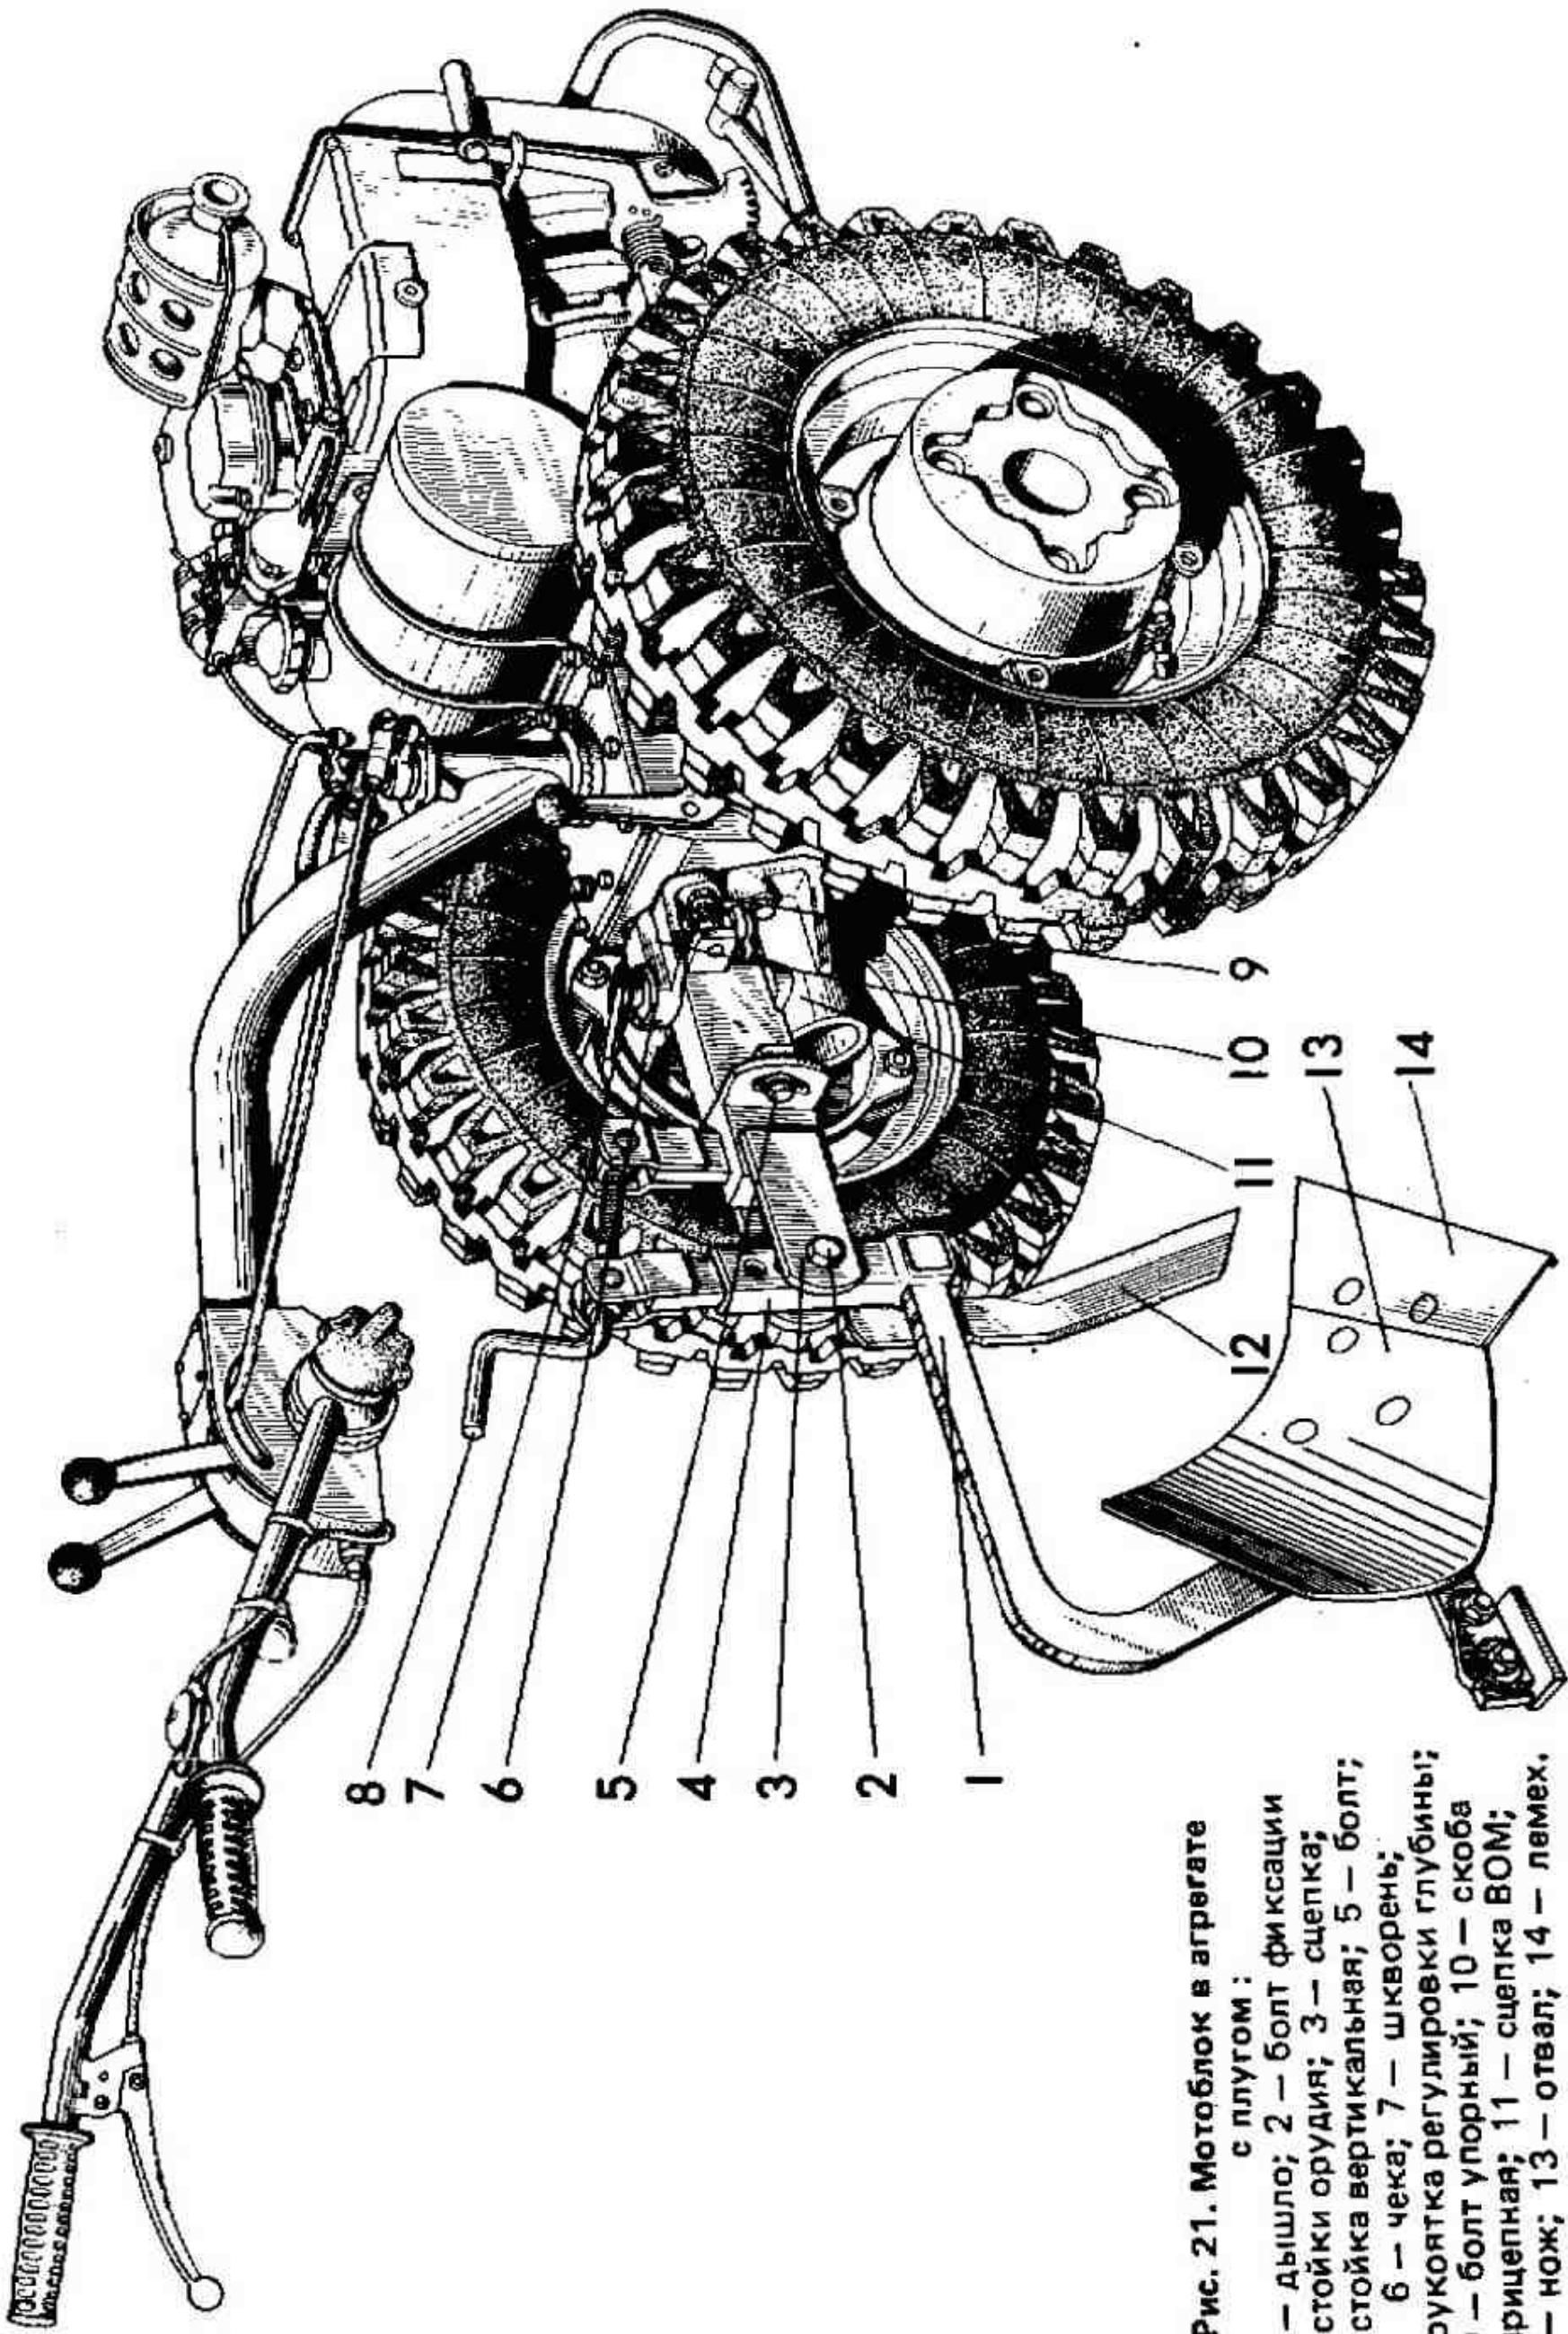
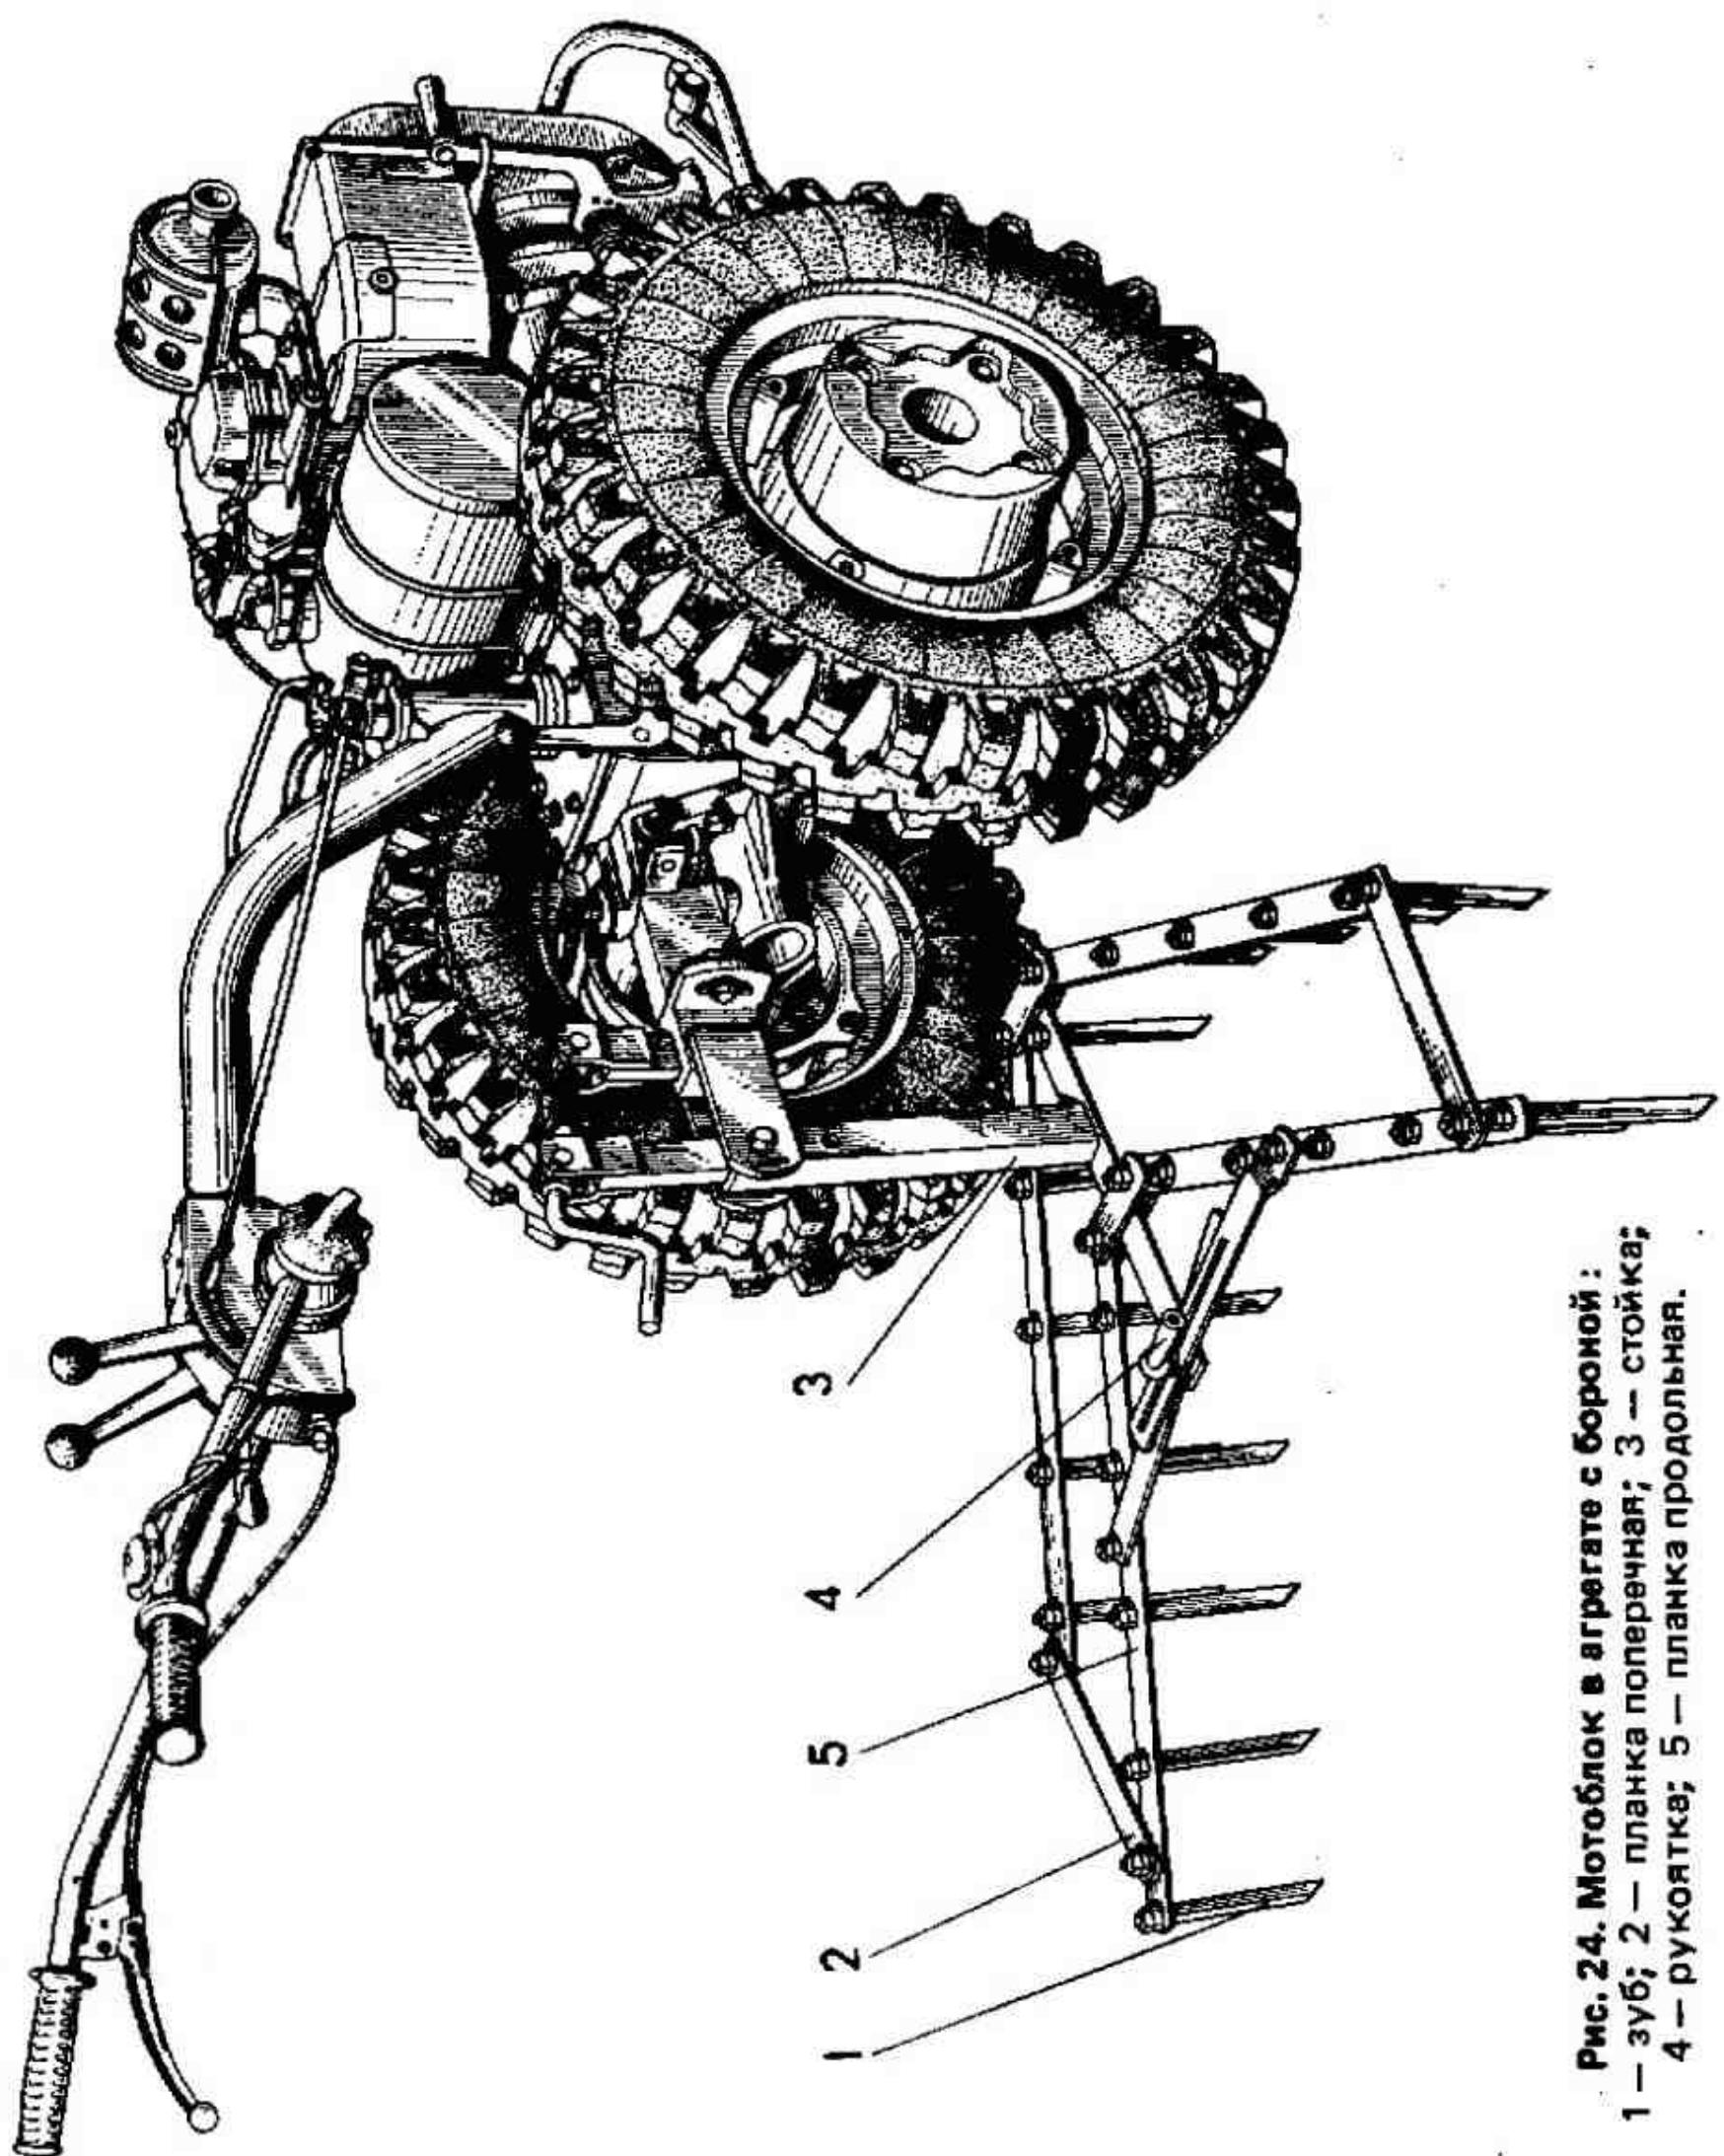
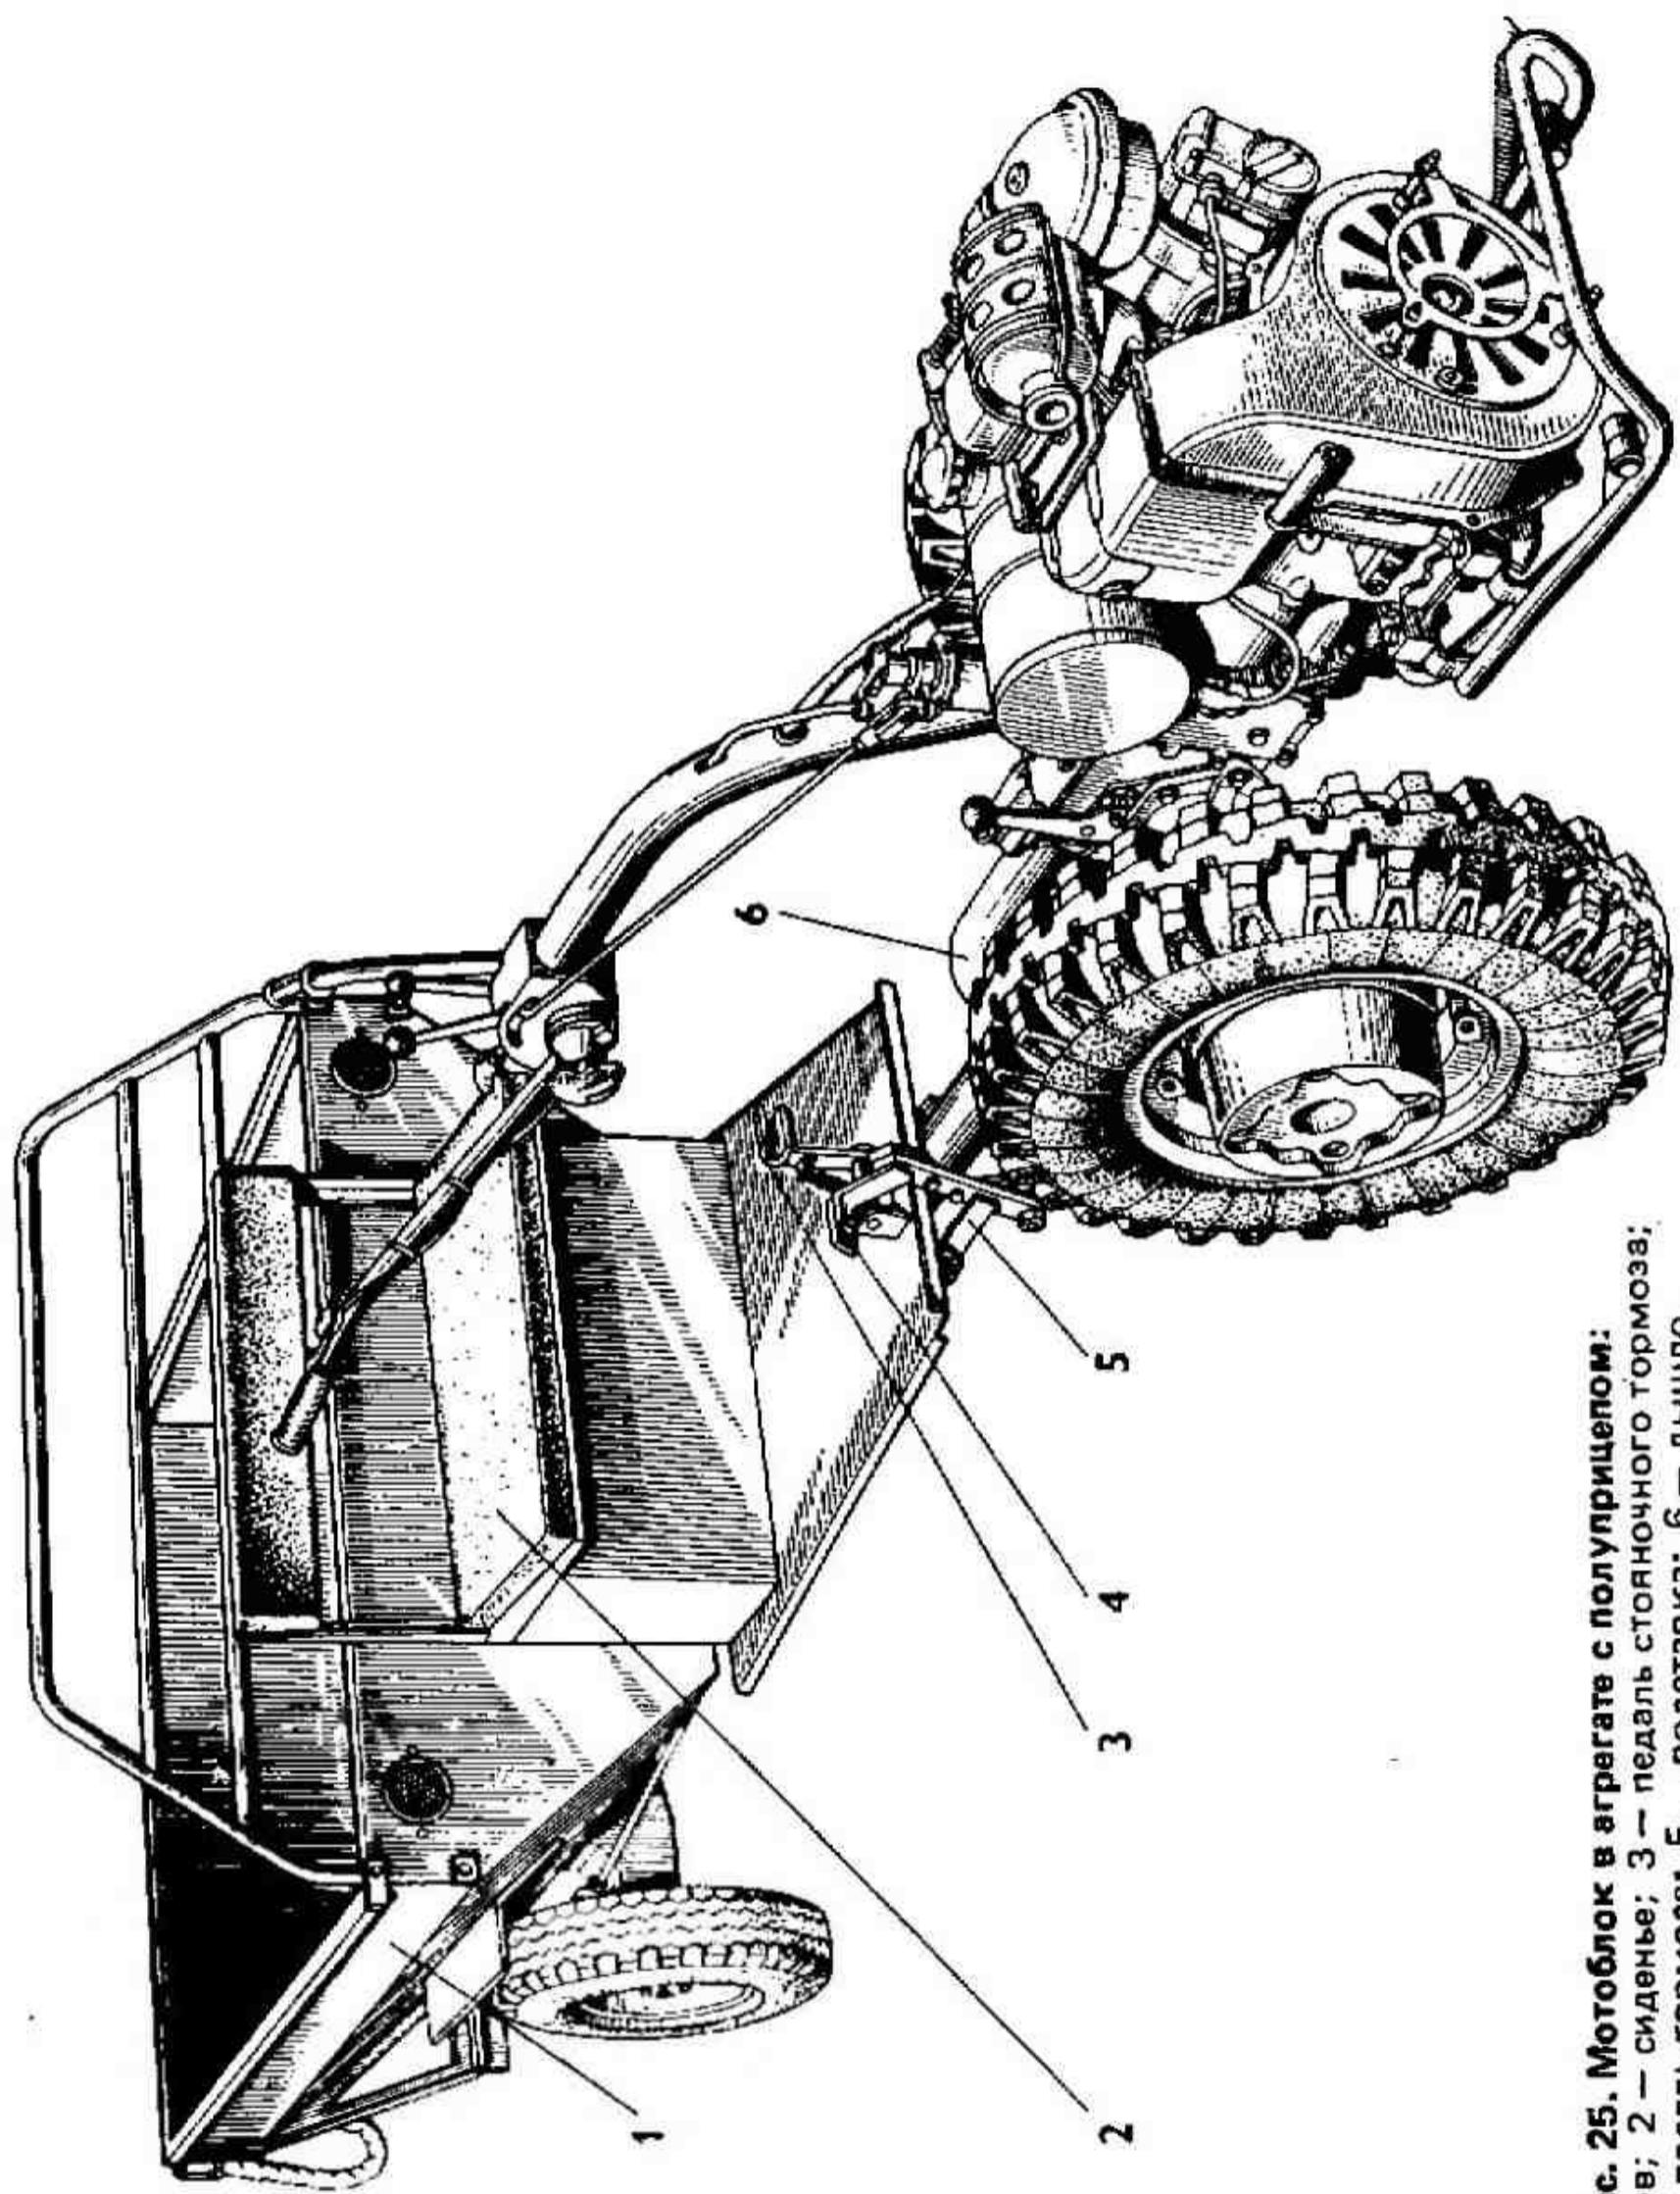

Рис. 21. Моторблок в агрегате
Рис. 24. Мотоблок в агрегате с бороной:
Рис. 25. Мотоблок в агрегате с полуприцепом:
Для подготовки мотоблока с плугом к работе (рис. 21) выполните следующие операции:
7.2.1. Установите универсальную сцепку 3 (рис. 21) на плуге в рабочее положение и закрепите болтом 2. Вращая рукоятку 8, установите подвижные части сцепки в одну линию с неподвижными, а с помощью шкворня 7 присоедините плуг со сцепкой к прицепной скобе 10 и зафиксируйте шкворень чекой 6.
П р и м е ч а н и е. Универсальная сцепка поставляется заводом-изготовителем в торговую сеть в сборе с плугом. С ее помощью производится присоединение к мотоблоку также окучника, культиватора и бороны. Соединение универсальной сцепки 3 с плугом, окучником, культиватором и бороной одинаковое. В вертикальную стойку сельскохозяйственного орудия 4 вставляется стойка сцепки и крепится болтом 2 (рис. 21).
7.2.4. Отпустите болты 5 сцепки (рис. 21), установите плуг так, чтобы стойка его заняла вертикальное положение, затяните болты 5. Отметьте положение проушин сцепки у болтов, так как при прокладке первой борозды плуг необходимо установить в вертикальное положение.
7.4.6. Если при работе мотоблок уводит вправо, проверьте крепление под пятников. Если они на месте, то болтом 5 сектора (рис. 21) приподнимите на 1...2 см правый очки, зажмите болт и проверьте в работе.
Соединение бороны с мотоблоком показано на рис. 24.
Рукояткой 8 сцепки (рис. 21) отрегулируйте положение бороны так, чтобы ее зубья в рабочем положении были равномерно заглублены. Ширину захвата бороны устанавливайте рукояткой 4 (рис. 24).
Присоедините дышло 6 (рис. 25) при помощи шкворня 7 (рис. 21) к прицепной скобе мотоблока, шкворень зафиксируйте чекой 6. Подставку 5 (рис. 25) полуприцепа поднимите и закрепите в горизонтальном положении с помощью пальца.